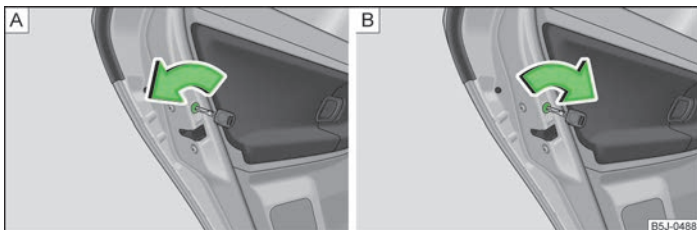

Fig. 10 Activarea siguranței pentru copii: pentru autovehiculele fără, respectiv cu închidere centralizată
- La autovehiculele fără închidere centralizată, rotiți fanta siguranței de pe portiera stânga împotriva sensului acelor de ceasornic » [fig. 10 - \[A\]](#), iar fanta siguranței de pe portiera dreapta, în sensul acelor de ceasornic.
- La autovehiculele cu închidere centralizată, rotiți fanta siguranței de pe portiera stânga în sensul acelor de ceasornic, iar fanta siguranței de pe portiera dreapta, împotriva sensului acelor de ceasornic » [fig. 10 - \[B\]](#).